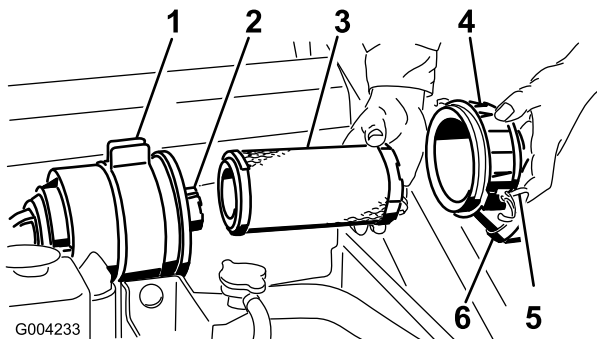

Bild 34
3. Lösen Sie die Riegel am Luftfilter und ziehen Sie die Abdeckung vom Gehäuse ab (Bild 34).
6. Schieben Sie den Hauptfilter vorsichtig aus dem Luftfiltergehäuse heraus (Bild 34). Vermeiden Sie ein Anstoßen des Filters an der Seite des Gehäuses.
9. Wenn Sie den Sicherheitsfilter auswechseln, schieben Sie den neuen Filter vorsichtig in das Filtergehäuse (Bild 34).
10. Schieben Sie den Hauptfilter vorsichtig auf den Sicherheitsfilter (Bild 34). Stellen Sie sicher, dass dieser einwandfrei einliegt, indem Sie beim Einbauen auf den äußeren Rand des Filters drücken.
11. Bringen Sie die Luftfilterabdeckung mit der Seite an, auf der UP gestanzt ist, und rasten Sie die Riegel ein (Bild 34).